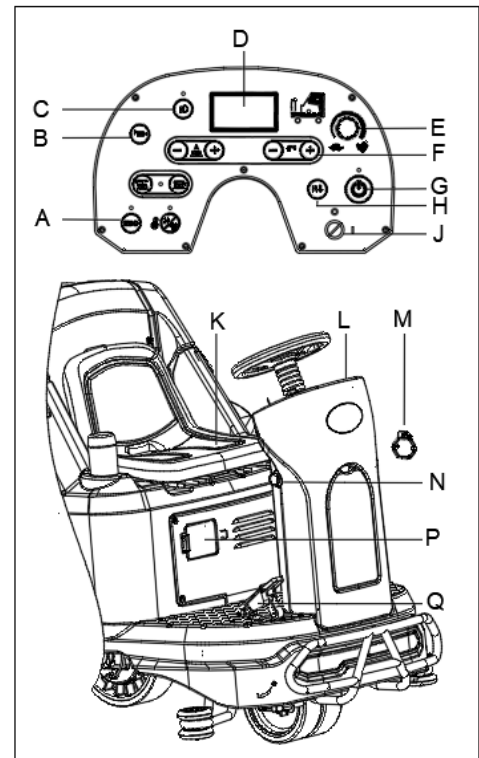

Рис. 13
2. Займите сиденье (K, рис. 13), вставьте ключ зажигания (J, рис. 13) и поверните его в положение "I". Проверьте состояние батарей на экране дисплея. При необходимости зарядите батареи (см. процедуру в главе «Техническое обслуживание»).
Направление движения вперед/назад можно регулировать с помощью переключателя (H, рис. 13). Скоростью движения машины можно управлять с помощью регулировочного устройства (E, рис. 13).
4. Нажмите кнопку быстрого запуска One-Start (G, рис. 13), чтобы запустить машину, скребок и щетки автоматически опускаются на пол, и начинает работать вакуумный двигатель.
5. Нажмите нужные контрольные кнопки подачи раствора (F, рис. 13) в зависимости от типа уборки.
6. Нажмите педаль акселератора (Q, рис. 13) и начните очистку.
7. Вы можете зарядить свой телефон или планшет через USB-порт зарядки (M, рис. 13), когда ключ зажигания (J, рис. 13) находится в положении «I».
8. Нажмите кнопку звукового сигнала (B, рис. 13), чтобы предупредить людей, когда это необходимо.
9. При необходимости, нажмите кнопку аварийной остановки (N, рис. 13) для аварийной остановки машины.
10. При необходимости нажмите кнопку передних фар (C, рис. 13) для освещения темных зон или для предупреждения пешеходов.
11. При необходимости отрегулируйте положение сиденья (K, рис. 13), повернув вправо ручку справа от сиденья, затем передвиньте сиденье в нужное положение.
Мотор щетки, вакуумный мотор, мотор двигателя и схема управления находятся под защитой защиты от перегрузки (P, рис. 13). При отключении защиты от перегрузки, не включайте ее заново сразу, не обнаружив первопричину, и убедитесь, что двигатель остыл перед повторным включением.
12. Отпустите педаль акселератора (Q, рис. 13), машина перестанет работать.
13. Нажмите кнопку быстрого запуска One-Start (G, рис. 13), чтобы остановить щетки и вакуумный двигатель. Щетки и скребки автоматически поднимаются над уровнем пола. Вакуумная система остановится через несколько секунд.